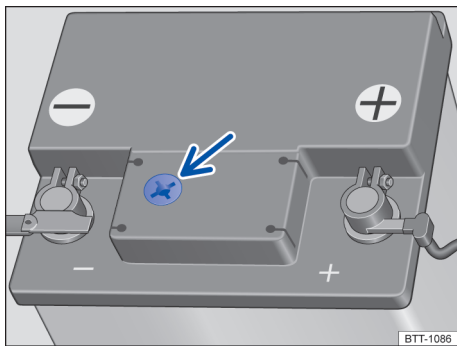

Fig. 230 Visor no lado superior da bateria do veículo 12 V (representação esquemática).
- Providenciar iluminação suficiente para poder identificar o indicador colorido no visor redondo no lado superior da bateria do veículo 12 V → Fig. 230 (seta). Jamais utilizar chamas expostas ou objetos incandescentes como iluminação.